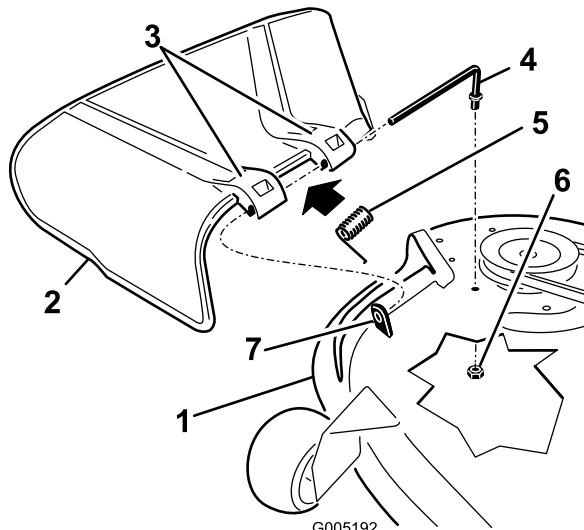

Figura 68
1. Togliete il dado (da 3/8 poll.) dall'asta sottostante il tosaerba (Figura 68).
2. Estraete l'asta dal distanziatore corto, dalla molla e dal deflettore dell'erba (Figura 68).
4. Riposizionate il deflettore dell'erba (Figura 68).
7. Fate scorrere l'asta attraverso la seconda staffa del deflettore dell'erba (Figura 68).
9. Fissate l'estremità posteriore dell'asta nel tosaerba con un dado (3/8 poll.), come mostrato in (Figura 68).